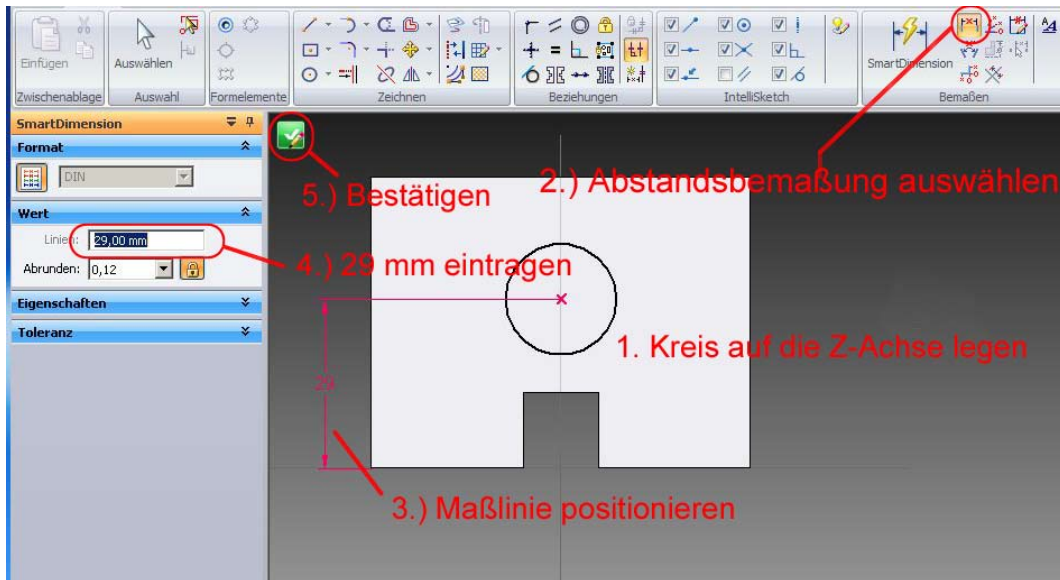

Abb. 20 Bohrung positionieren
31. Positionieren Sie den Kreis auf der Z-Achse (Abb. 20 1).
32. Wählen Sie in der Gruppe *-Bemaßen-* *-Abstandsbeziehung-* (Abb. 20 2). Berühren Sie zunächst den Rand des Kreises ohne zu klicken, um die Anzeige des Mittelpunktes zu ermöglichen, führen Sie die Maus dann zum Mittelpunkt und klicken Sie, wenn das Beziehungssymbol für den Mittelpunkt sichtbar ist.
35. Tragen Sie im Feld -SmartDimension- den Wert **29** ein (Abb. 20 4) und bestätigen Sie die Position Ihres Kreises durch Anklicken des grünen Pfeils (Abb 20 5).